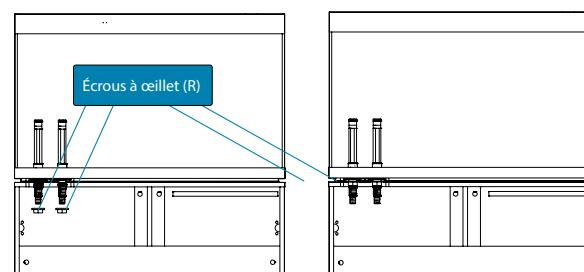

Fig. 3
- Ouvrir le meuble. Visser et serrer l'écrou à oeillet (R) à la partie inférieure du tube de raccordement (A) (Fig. 3).
- Ouvrir le meuble. Visser et serrer l'écrou à oeillet (R) à la partie inférieure du second tube de raccordement (A) (Fig. 3).